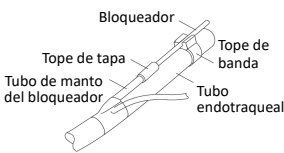

Fig.7
5. Gire al paciente de lado, compruebe la posición del manguito del bloqueador bajo broncoscopia, y fije el eje bloqueador en el tubo endotraqueal utilizando el tope de banda (Fig. 7).
- Encaje el bloqueador en el tope de la banda del tubo endotraqueal (Fig. 7).